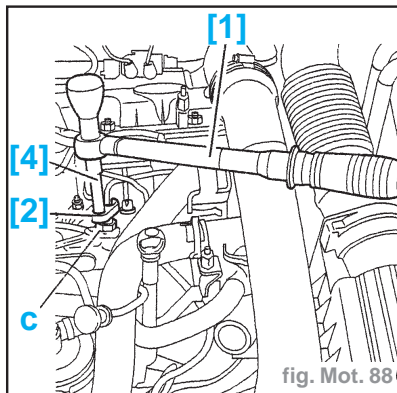

fig. Mot. 88
- Appliquer un contre-couple en (C) (fig. Mot. 88).
- Appliquer un contre-couple en (c) (fig. Mot. 88).